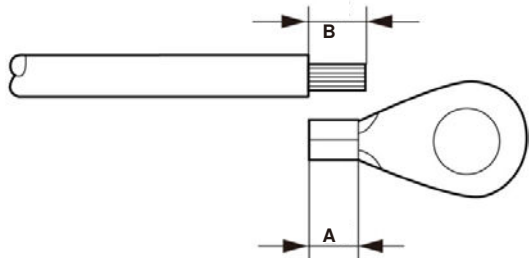

Figure 5.7 Longueur appropriée
3. Dénudez l'isolant du câble de mise à la terre à une longueur appropriée (voir la figure 5.7).